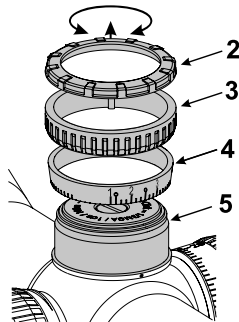

Fig. 3
Efter at våbnet er blevet indskudt til et perfekt skud på 100 m, skubbes den ballistikring (4), der passer til ammunitionen, på drejeknappen (5) (fig. 3).